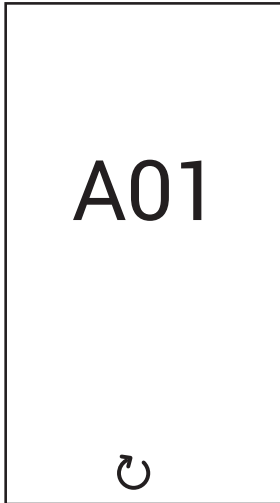

fig. 5
**Anomalie de tip A (fig. 5):** Pentru această anomalie este necesară intervenția manuală, prin apăsarea tastei  timp de aprox. 5 secunde. După aceea confirmați cu tasta .